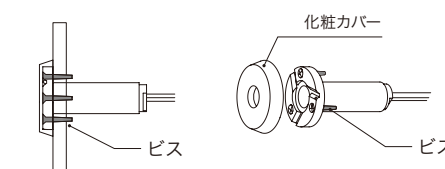

図7
- 化粧カバー裏面に付いている両面テープをはがし、ソケット本体のミゾとカバーのツメを合わせてはめ込んでください。図7